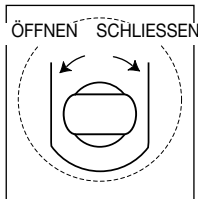

Abb. 3 – Ablassventil
- Drehen Sie mithilfe des rechteckigen Endes des Pumpengriffs die Spindel des Überdruckventils entgegen dem Uhrzeigersinn, um das Ventil zu öffnen (nicht mehr als zwei Umdrehungen). Siehe Abb. 3.